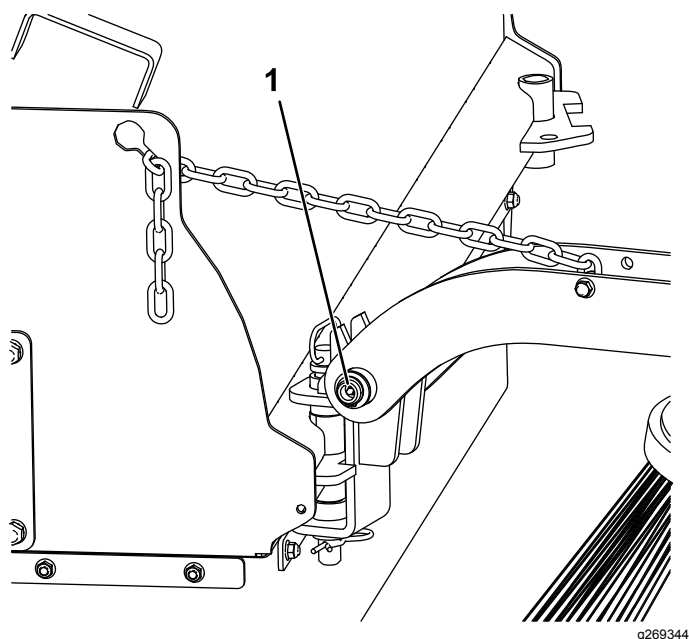

Figure 8
4. Raccordez une pompe à graisse au graisseur de l'axe d'articulation de la débroussailleuse (Figure 8).